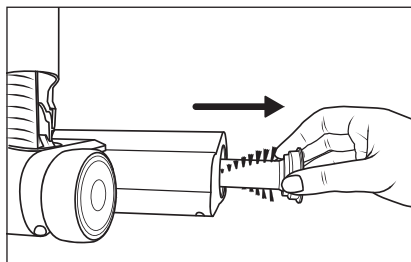

Fig. 27
- 3) Trageți peria rotativă ❷ din peria pentru podea ❸ (a se vedea fig. 27).